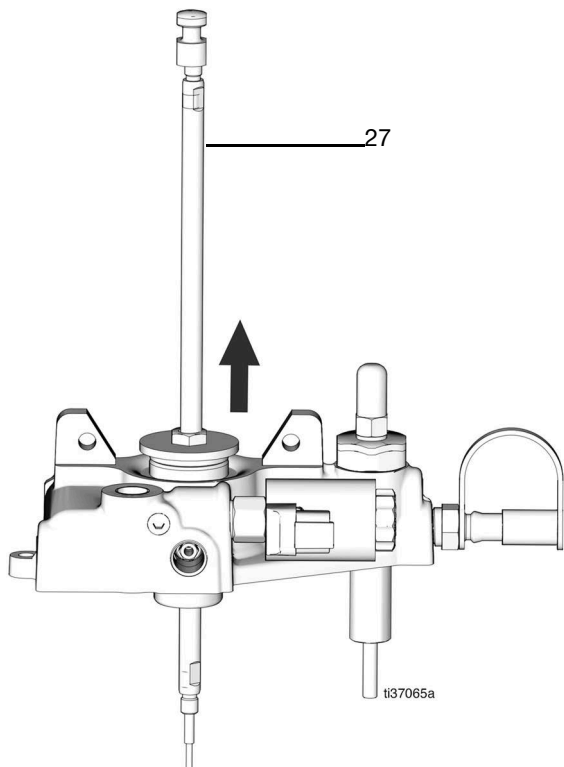

FIG. 46
29. Extraiga la varilla de la bomba (FIG. 46).